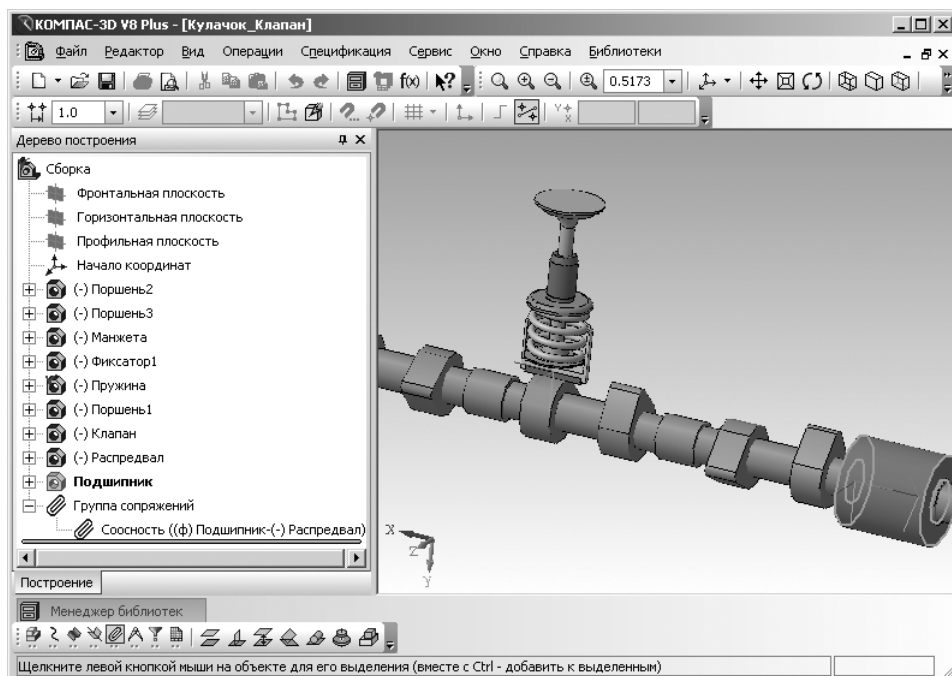

Рис. 2.1. Окно системы КОМПАС-3D V8 Plus с открытым файлом **Кулачок_Клапан** и выделенным элементом сборки – **Подшипник**
- щелкните в **Дереве построения** по знаку  перед компонентой **Группа сопряжений**. Появятся созданные сопряжения в сборке, см. рис. 2.1.
- щелкните в окне **Дерево построения** по элементу сборки, который необходимо зафиксировать. Выберем в качестве такого элемента сборки подшипник. Он выделится как в окне **Дерево построения**, так и в окне **Модель** (см. на правом конце распредвала, рис. 2.1);